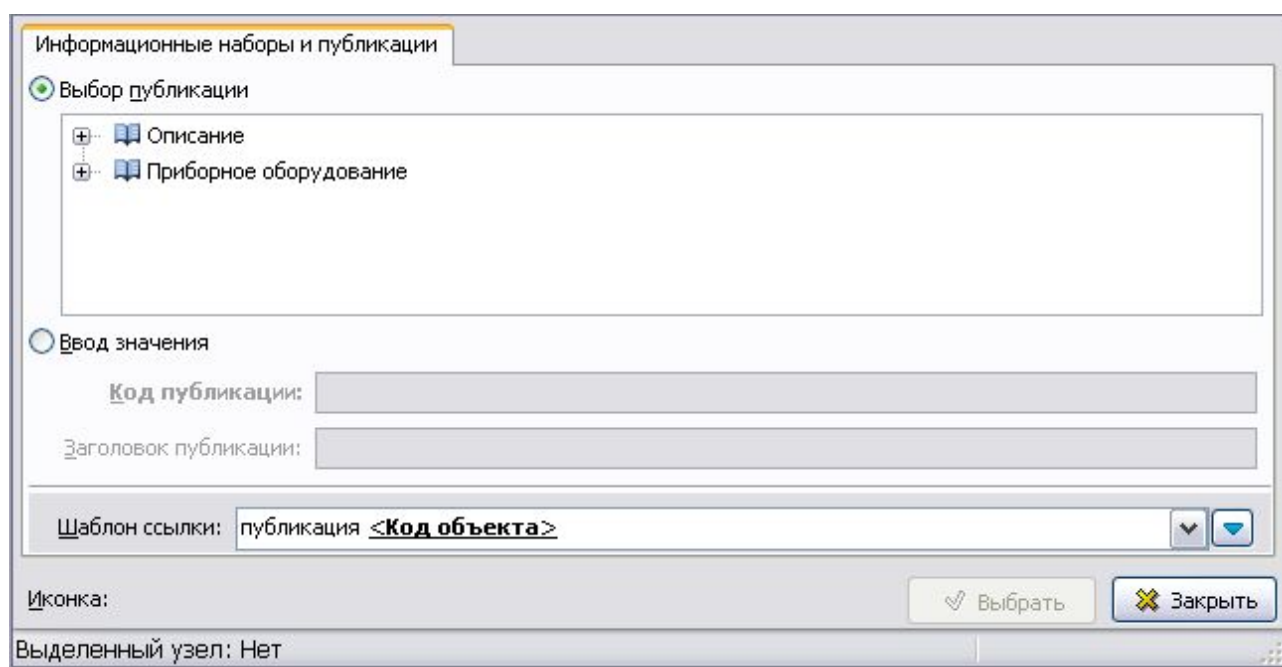

Рис. 3.227
3. Из раскрывшегося списка выберите команду **Ссылка на публикацию**. После этого появится диалоговое окно **Выбор информационных наборов и публикаций**, в котором представлены публикации (Рис. 3.227).